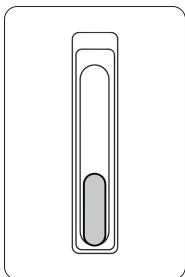

Рисунок 1
1. Дверцята шафи заблоковані. Див. Рисунок 1.